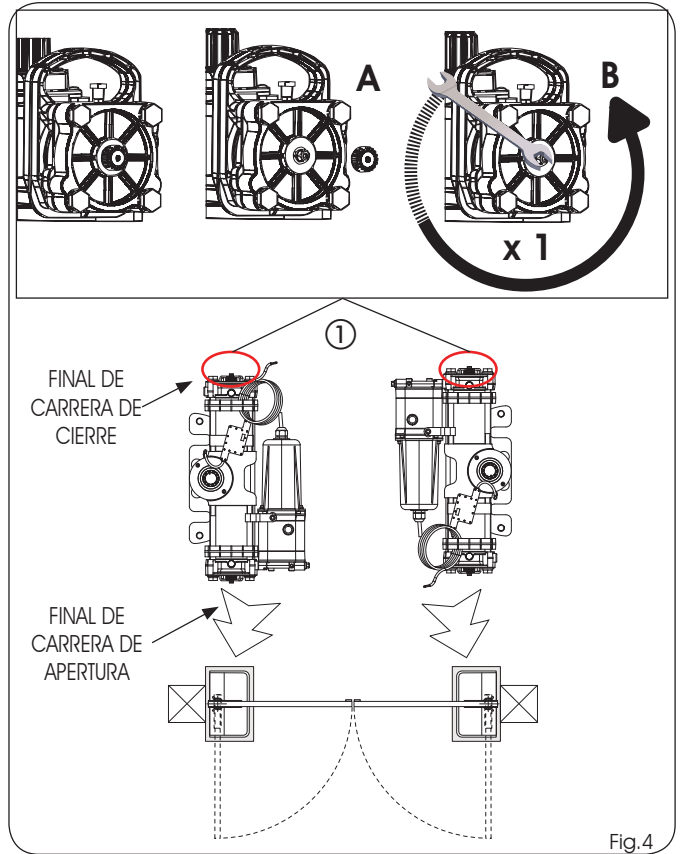

Fig.4
3) Desenrosque del operador el tapón (Fig.4 ref.A) del tornillo de final de carrera de cierre (Fig.4 ref. ①), y compruebe que el tornillo esté enroscado completamente.
4) **Desenrosque de una vuelta el tornillo de final de carrera de cierre (Fig.4 ref.B) (Importante para el acoplamiento perfecto entre el piñón y el casquillo ranurado en la fase de montaje).**